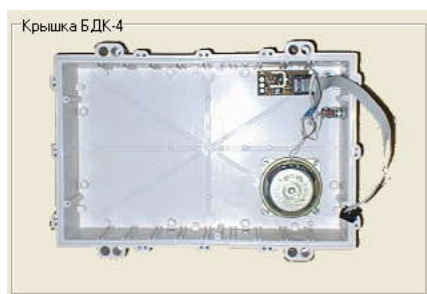

Рисунок 55 – Панель "Крышка БДК-4"
- 4.4. Нажать кнопку **Поиск** (рисунок 10), расположенную в главном окне программы на панели **Контроллер связи**. Как только контроллер связи будет обнаружен изображения контроллеров связи и лифта станут цветными, а так же станет цветным изображение на панели **Крышка БДК-4** (рисунок 55).